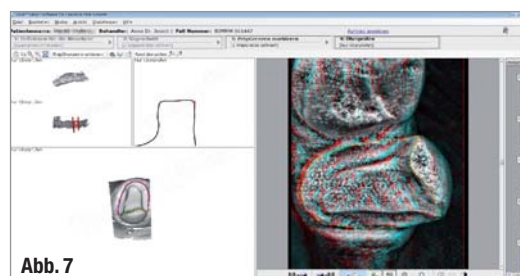

Abb. 7
zentrum arbeitet auf den gleichen Datensätzen, die der Zahnarzt in seiner Praxis erhoben hat und die dort auch auf dem Scanner gespeichert bleiben – bei Fragen des Zahntechnikers können diese sofort aufgerufen und diskutiert werden. Gerade bei der Festlegung der Präparationsgrenze führt dies durch gezielte Kommunikation zu mehr Sicherheit (Abb. 7 und 8) – verbesserte Kommunikation.
**Abb. 7 und 8** – Sowohl der Zahnarzt als auch das Dentallabor verfügen über die gleichen hoch entwickelten Hilfsmittel zur Kontrolle der Präparationsgrenze. Der Scan kann erneut abgespielt und in einer erweiterten 2-D- oder 3-D-Ansicht überprüft werden. Die Präparationsgrenze kann bis auf das 20-Fache vergrößert werden.